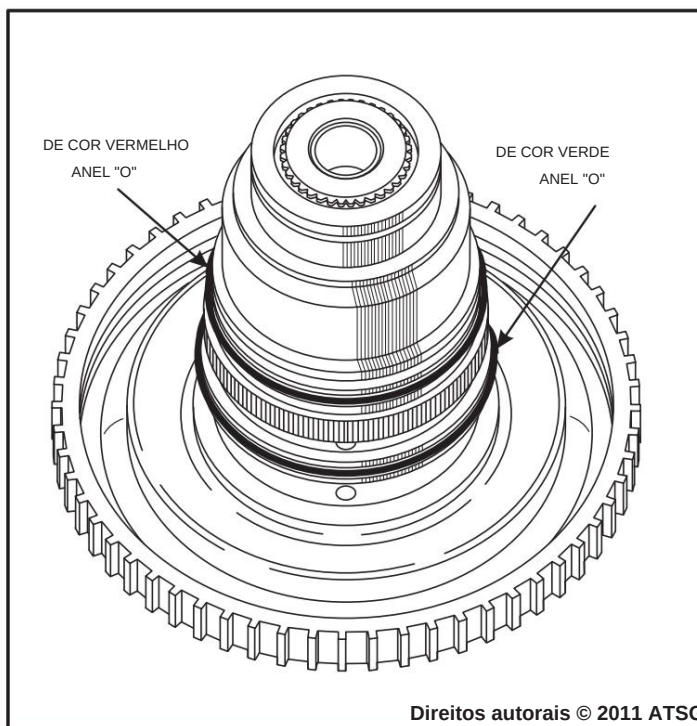

Figura 96
9. Os anéis "O" no cubo da embreagem de entrada são codificados por cores. Instale anéis "O" de cor verde e vermelha nas posições mostradas na Figura 96 e lubrifique com uma pequena quantidade de TransJel®.